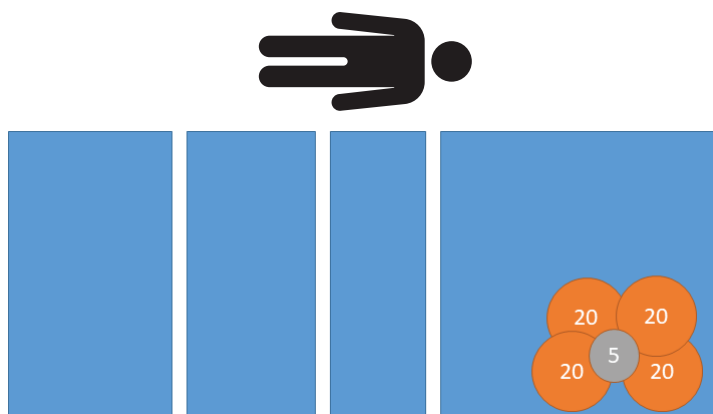

Figura 13 – Test de excentricitate - 85 kg pe stânga la partea pentru cap
1. Folosind greutateți calibrate, așezați 85 kg pe stânga la partea pentru cap (Figura 13).